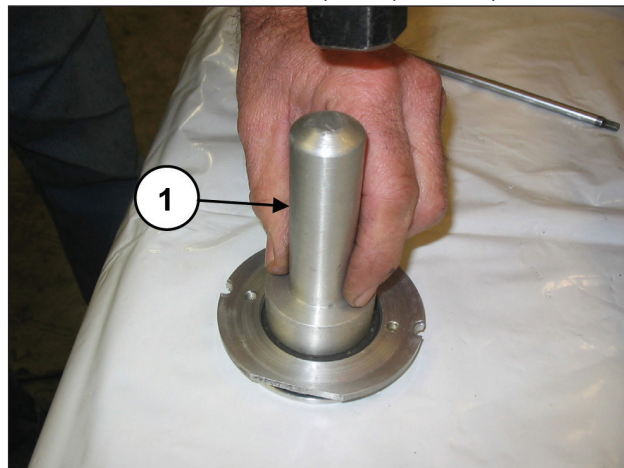

Abb. 139
Montieren Sie den Ölabstreifring mithilfe eines Dorns Art. 27910900 in seinen Deckel (Pos. ①, Abb. 139).